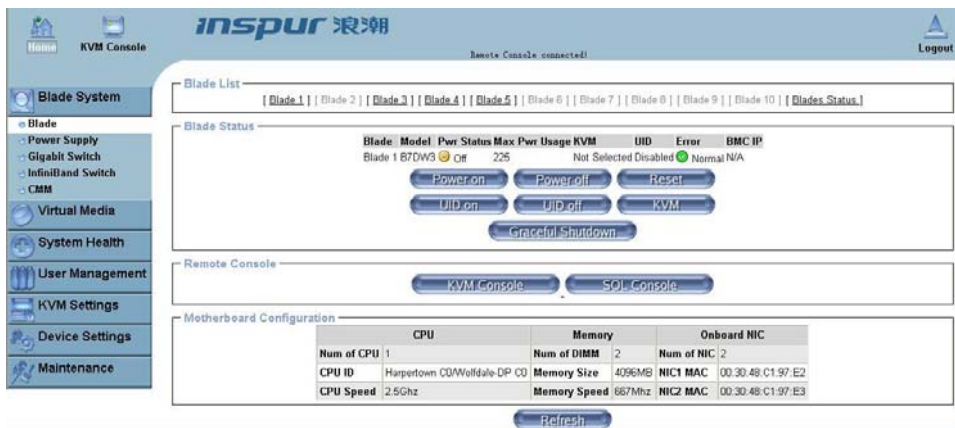

图 2-4 Blade 控制台
6. KVM: 选中要管理的刀片, 打开 KVM 开关, 进入到 Blade 单元控制台主界面图 2-4: